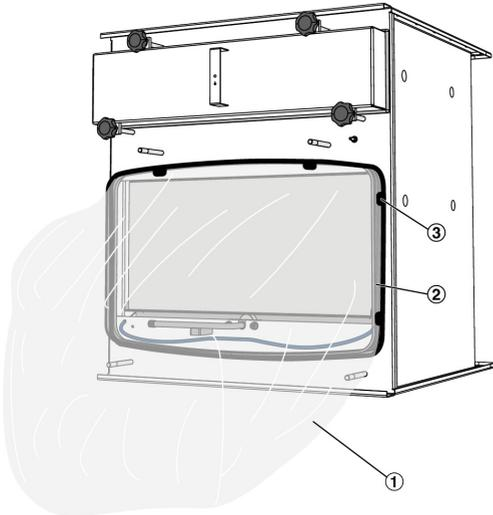

Abb. 7: Wartungssack anbringen
7. ▶ Wartungssack (Abb. 7/1) über das Wartungsboard (Abb. 7/2) stülpen und mit dem Klemmring (Abb. 7/3) in der ersten Nut befestigen.